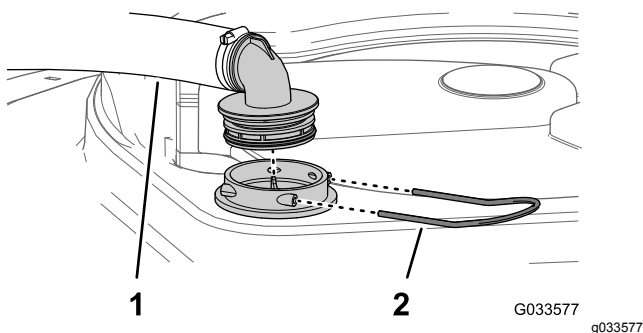

Figura 51
acoplamiento que está conectado a la manguera grande y al alojamiento del filtro (Figura 51).
3. Retire la manguera y el acoplamiento del alojamiento del filtro (Figura 51).